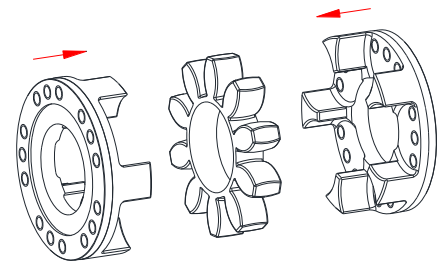

Figura 15: montaje de las bridas y estrellas
- Encaje la brida de acoplamiento y la estrella juntas (ver figura 15).